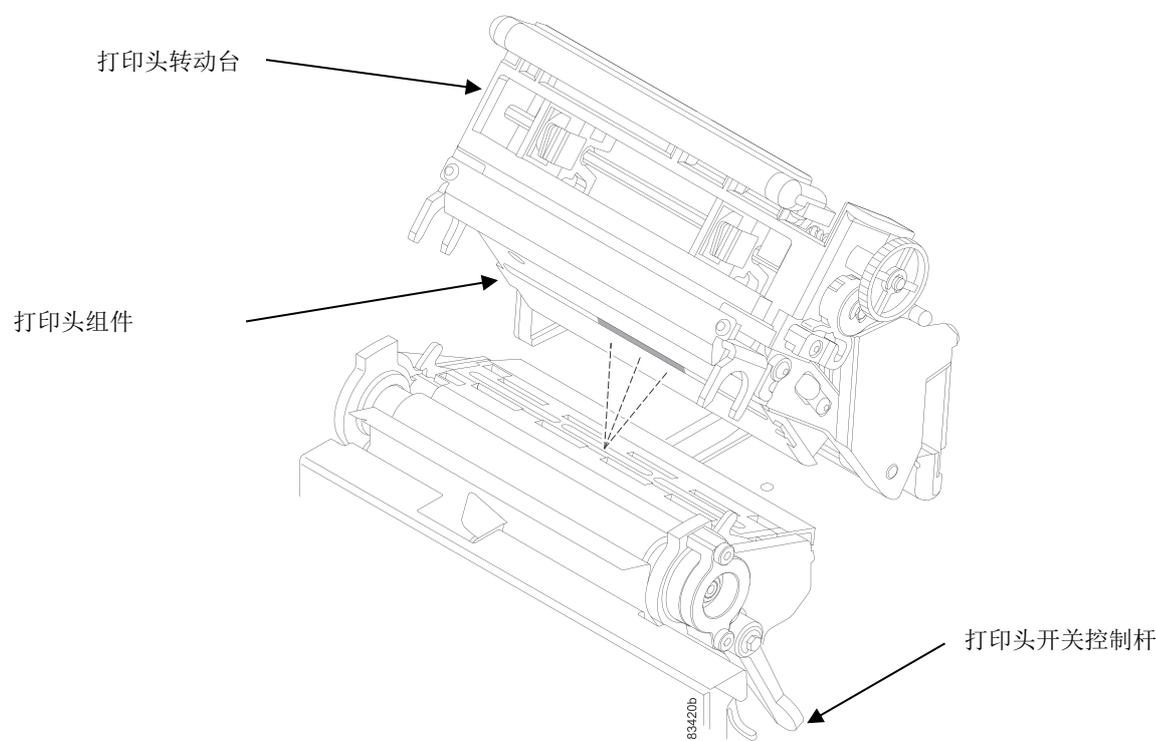

图 19 打开打印头转动台
3. 关闭打印头转动台，逆时针旋转打印头开关控制杆。（图19）